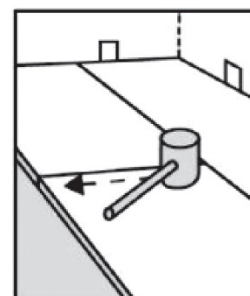

Abbildung 5
8. Die kurze Endfeder der zweiten Diele in die Nut der ersten Diele einsetzen. Fest nach unten drücken, um das kurze Ende zu verriegeln, vorzugsweise mit leichten Schlägen mit dem Gummihammer auf die Fuge. (Abbildung 5) In dieser Weise fortfahren, bis die letzte Diele der ersten Reihe erreicht ist.
13. Auf die Kopfstoßfuge fest nach unten drücken, vorzugsweise mit dem Gummihammer leicht abklopfen, um das kurze Ende vollständig zu schließen. (Abbildung 5)